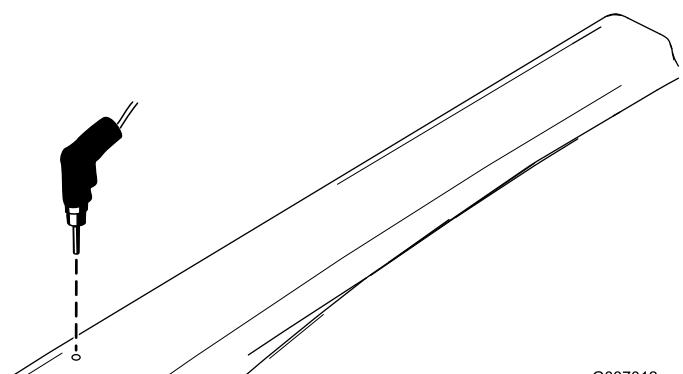

Figure 13
14. En vous servant du trou dans le haut du support de pavillon comme gabarit, percez un trou de 7,9 mm de chaque côté du pare-soleil (Figure 13).